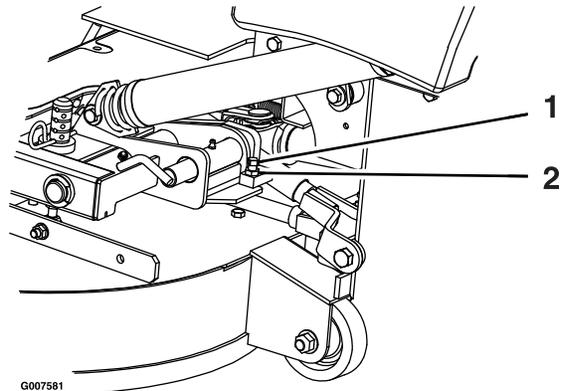

Bild 67
2. Lösen Sie die Klemmmutter und drehen Sie die Anschlagsschraube nach rechts, bis der Arretierbolzen fest ist und nicht mit der Hand gedreht werden kann (Bild 67).